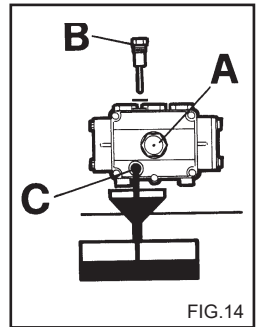

FIG. 14
- 2) Desatarraxe a tampa com a vareta de controlo do nível (fig. 14).